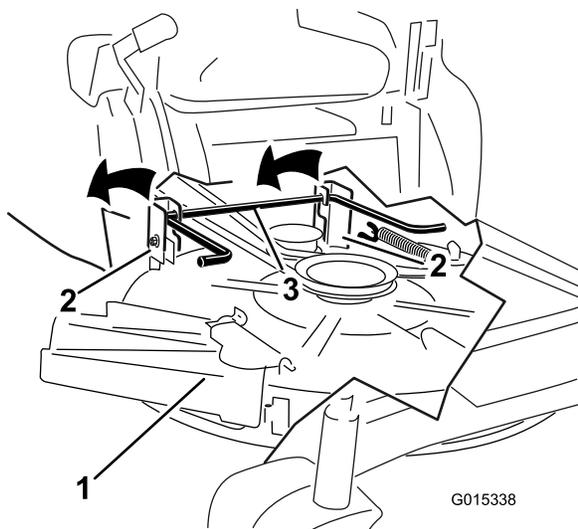

Figura 63
6. Alzate il tosaerba e i supporti di sostegno dall'asta di sollevamento posteriore e abbassate con cautela il tosaerba al suolo (Figura 63).
5. Alzate la parte posteriore del piatto di taglio e guidate i supporti di sospensione lungo l'asta di sollevamento posteriore (Figura 63).